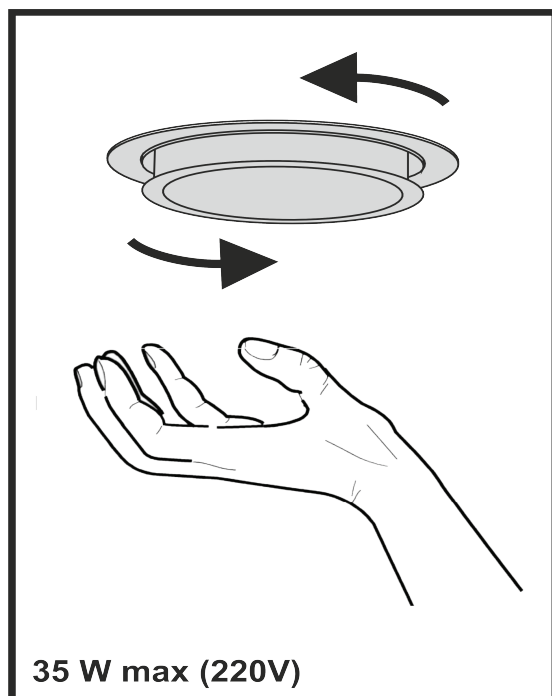

Рис.7
8.9 На витяжці встановленні HALOGEN / LED лампи підсвітки робочої зони плити. Перед початком заміни ламп освітлення необхідно відключити витяжку від електромережі, дати можливість охолонути лампам. Для заміни лампи необхідно зняти фільтри, віджати тримач патрона на себе, щоб лампа вийшла з корпусу витяжки, утримуючи тримач патрона, злегка надавити на лампу в напрямку патрона і, повернувши її проти годинникової стрілки, вийняти (**рис.7**). Замість неї необхідно встановити нову з тими ж характеристиками і встановити фільтри.